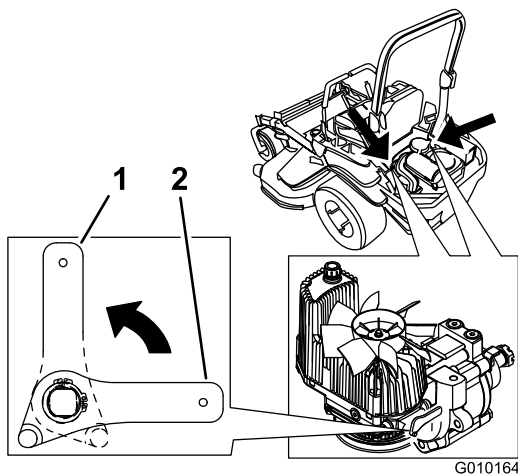

Figura 36
2. Ruotate verticalmente le leve delle valvole di rilascio per spingere le macchina. L'olio idraulico bypassa quindi la pompa, consentendo alle ruote di girare (Figura 36).
4. Ruotate orizzontalmente le leve delle valvole di rilascio per guidare le macchine (Figura 36).